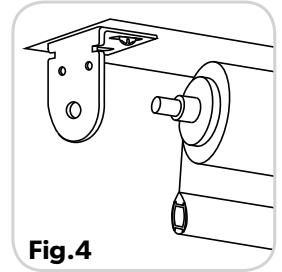

Fig.4
- C. Installez le côté gauche en faisant glisser l'extrémité libre dans le dispositif fixe. (Fig. 4)